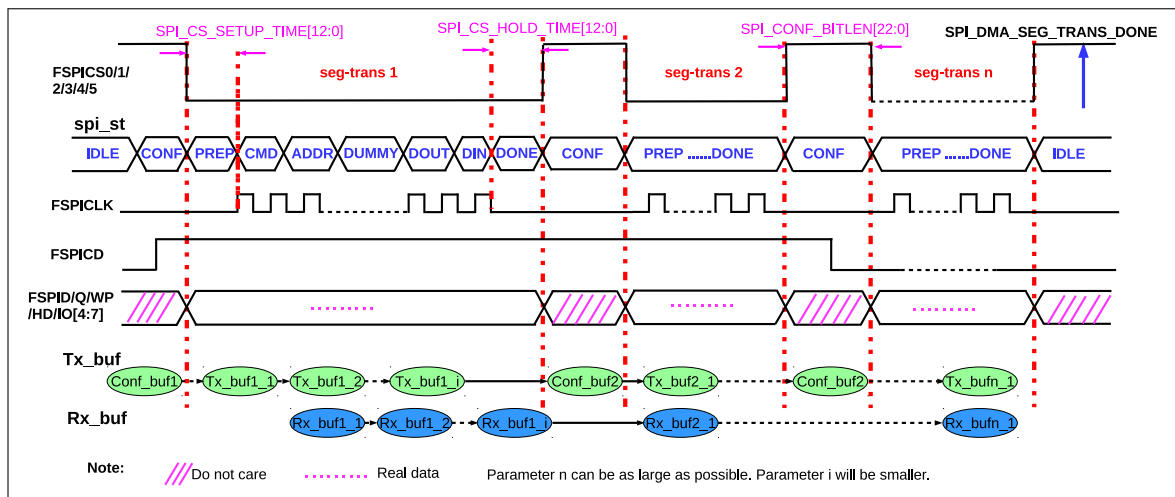
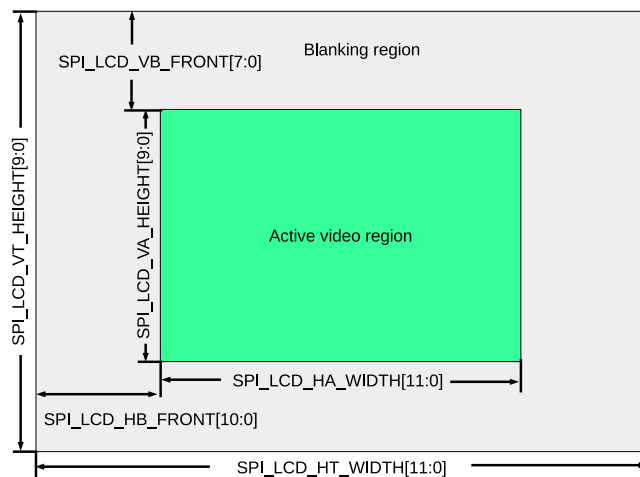
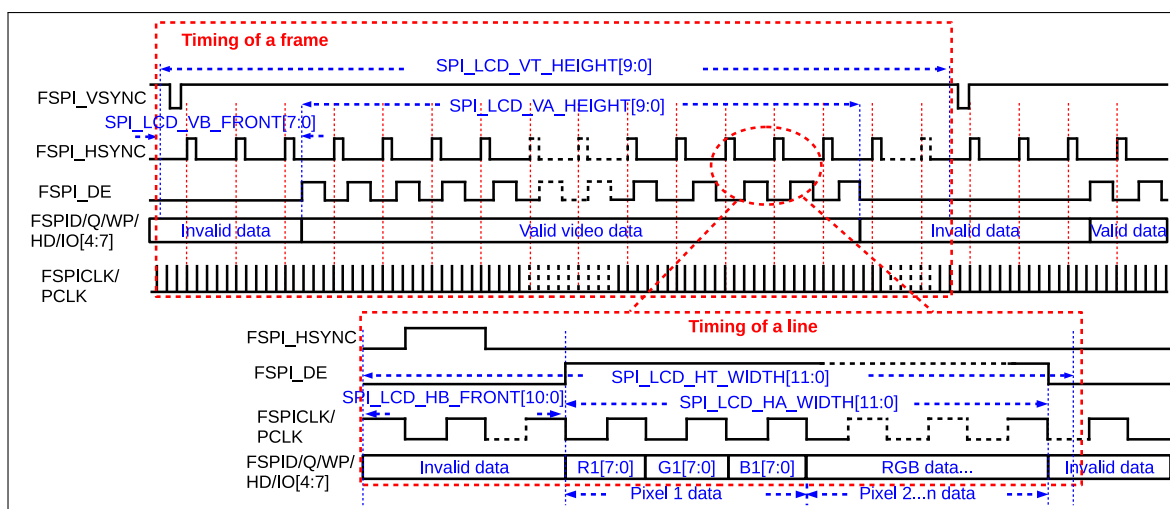

图 24-9. DMA 控制模式下分段配置传输
图 24-10. 并行 RGB 8-bit LCD 模式下的视频帧结构
图 24-11. 并行 RGB 8-bit LCD 模式时序
SPI 传输由 GP-SPI2 寄存器控制，需要 CPU 进行配置和触发。为了降低对 CPU 的占用率同时提高 GP-SPI2 的效率，GP-SPI2 在 DMA 控制模式下提供分段配置传输功能。注意 CPU 控制的主机模式不支持分段配置传输。分段配置传输允许 GP-SPI2 在 CPU 仅触发一次的情况下，即可按照配置的模式完成多次数据传输，具体的工作流程见图 24-9。
如图 24-9 所示，在分段配置传输模式中的某个单次 SPI 传输 (SCT_i) 开始前，GP-SPI2 硬件可在 CONF 阶段将 GP-SPI2 寄存器重新按照 `Conf_bufi` 定义的内容进行配置。
如图 24-9 所示，在 SCT_i 中，其传输模式可配置为主机全双工通信模式；在 SCT_j 中，其传输模式可配置为主机半双工 MISO 模式；而在 SCT_k 中，其传输模式可配置为主机半双工 MOSI 模式。*i*、*j*、*k* 为整数变量，表示任
并行 8-bit RGB 模式 LCD, 其视频帧结构见图 24-10, 帧时序和行时序见图 24-11。
如图 24-9、图 24-10 和图 24-11 所示，推荐按照下述方式输出并行 8 位 RGB 帧数据：
GP-SPI2 可自动输出图 24-10 和图 24-11 所示的帧数据，在很大程度上降低了控制 SPI 传输所需的 CPU 时间。具体的配置流程如下：
2. 根据应用程序，配置帧控制相关的寄存器，见图 24-10 和图 24-11。例如，如果希望设置 n 个有效行，则将寄存器 $SPI_LCD_VA_HEIGHT[9:0]$ 配置成 n 即可；